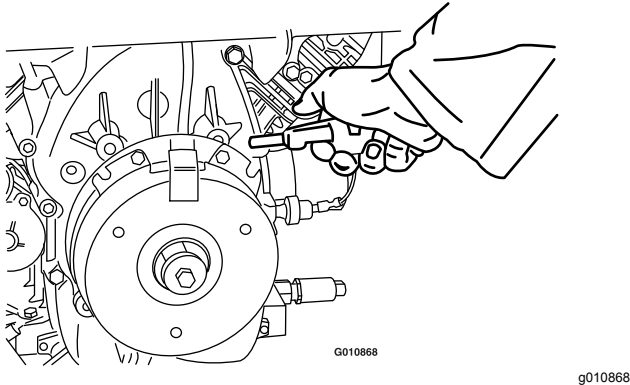

Figure 69
2. Soufflez de l'air comprimé sous le pôle et autour des entretoises du frein pour éliminer tout débris (Figure 69).